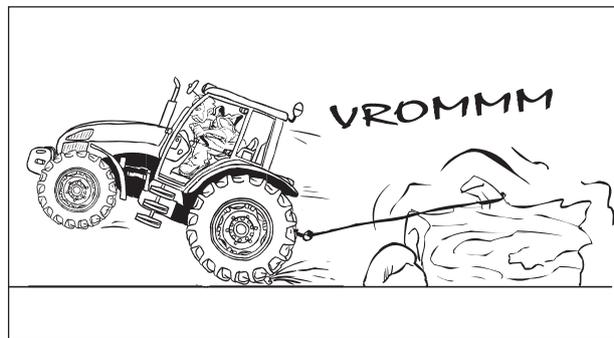

Abb.2-30
- Langsam anfahren und stufenweise beschleunigen. NICHT die Motordrehzahl erhöhen oder die Kupplung verwenden. Ist am Traktor eine schwere Last oder ein unbeweglicher Gegenstand angehängt, kann die unsachgemäße Verwendung der Kupplung zum Umkippen des Traktors führen (Abb. 2-30 und 2-31).